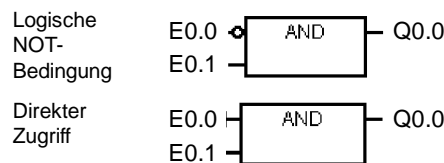

Bild 5-5 FUP-Konventionen
- ☐ Kennzeichen für Negationen: Die logische Bedingung NOT oder der umgekehrte Zustand des Operanden bzw. des Signalflusses wird durch einen kleinen Kreis vor dem jeweiligen Eingang dargestellt. Im Bild 5-5 ist A0.0 gleich der Negation von E0.0 UND E0.1. Negationen sind nur bei booleschen Signalen gültig, die als Parameter oder Signalfluss angegeben werden können.
- ☐ Kennzeichen für direkte Ansteuerung: Im FUP-Editor wird durch die senkrechte Linie am Eingang der FUP-Operation angezeigt, dass es sich bei einem booleschen Operanden um einen direkt angesteuerten Wert handelt (siehe Bild 5-5). Ist ein Eingang für die direkte Ansteuerung gekennzeichnet, wird der angegebene physikalische Eingang direkt gelesen. Direkt angesteuerte Operatoren sind nur bei physikalischen Eingängen gültig.